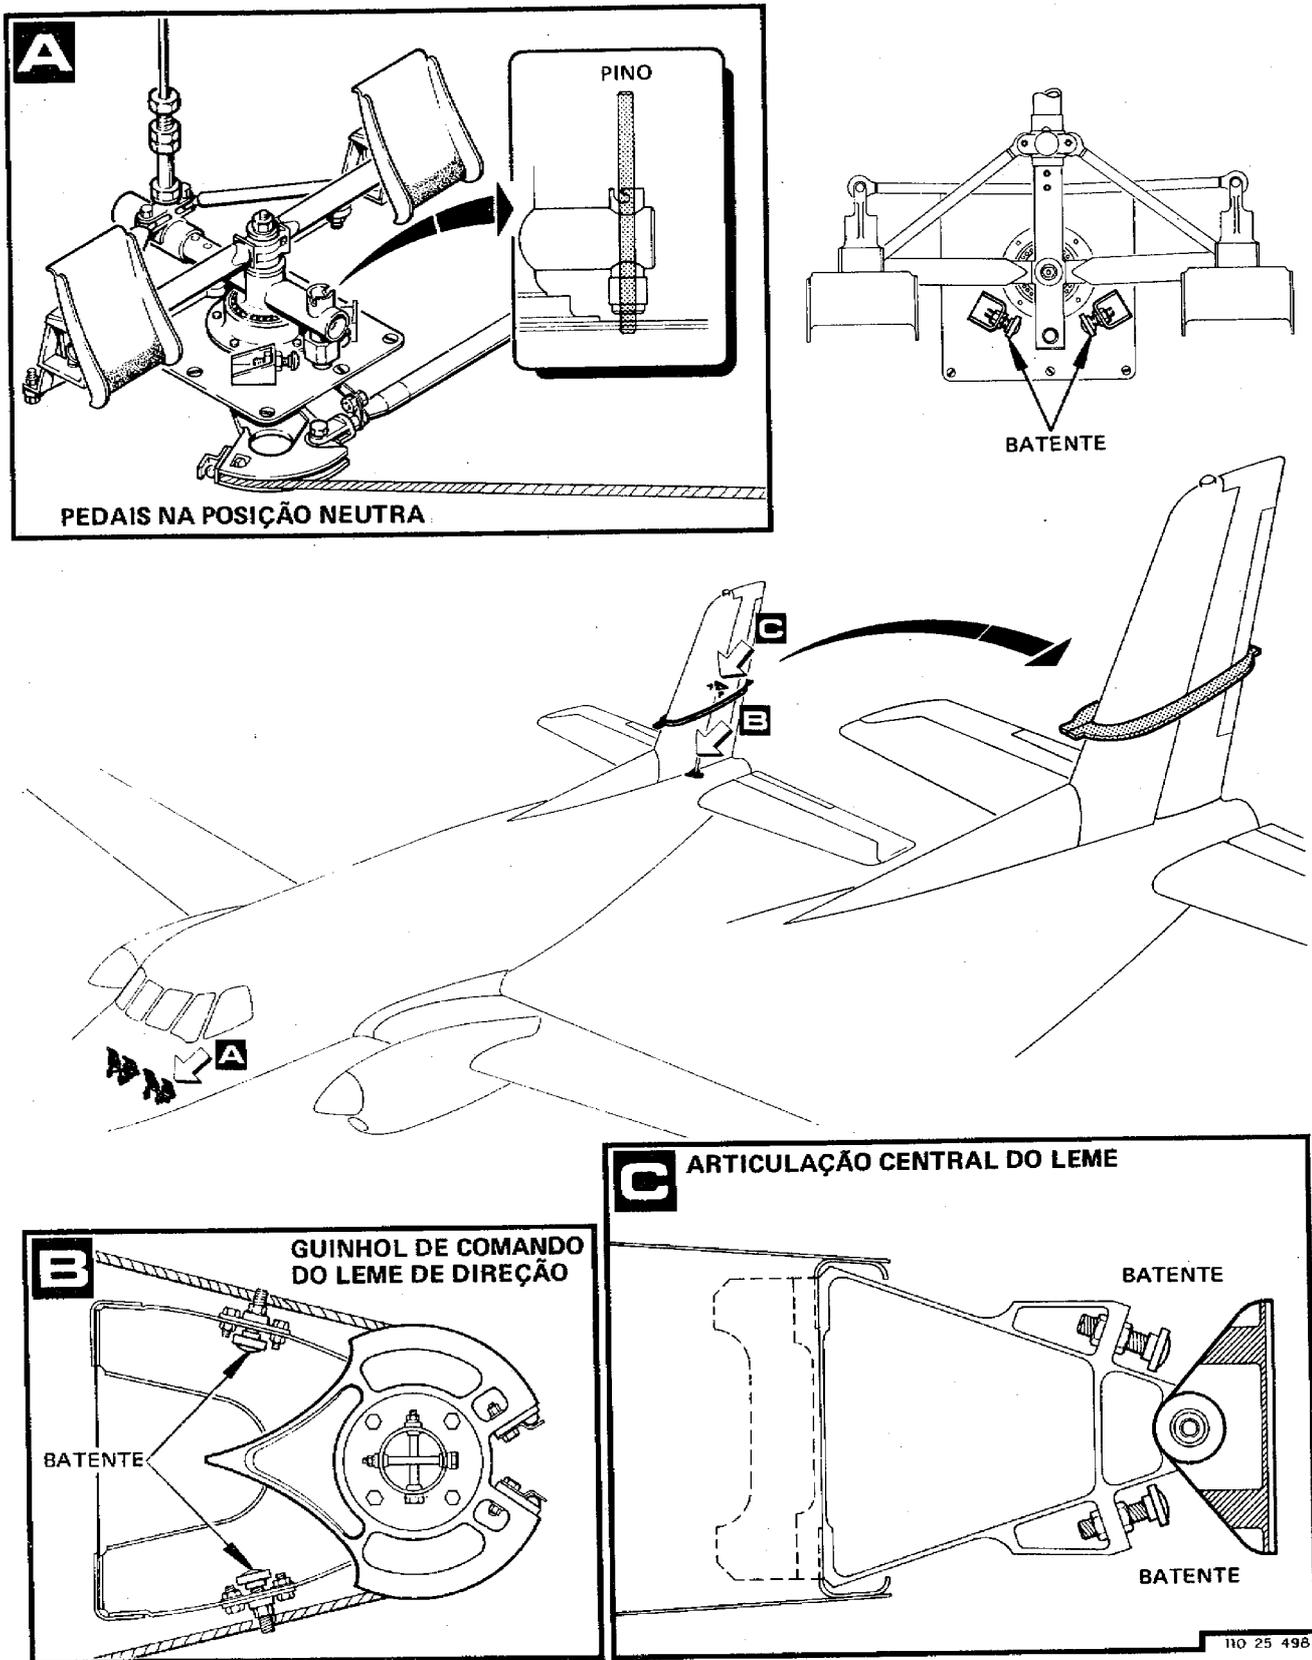

Figura 3-10. Regulação do Sistema de Comando do Leme de Direção
1. Trave o leme de direção em sua posição neutra, conforme mostra a figura 3-10.
2. Trave os pedais em sua posição neutra, utilizando um pino de diâmetro e dimensões adequados (veja a figura 3-10, detalhe A).
6. Remova o pino-trava dos pedais (veja a figura 3-10).